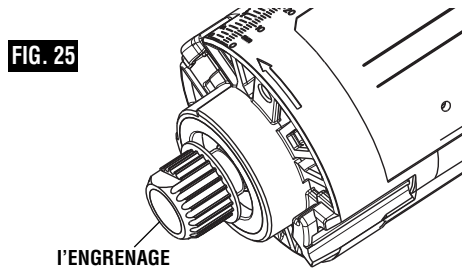

FIG. 25
1. Retirez l'écrou de la pince de serrage du moteur et installez la poulie d'entraînement à l'aide de la clé à écrou de pince. Veillez à ce que l'engrenage d'entraînement soit serré à fond sur l'axe du moteur. (Fig. 25)
3. Insérez un tournevis (non inclus) à travers l'ouverture en forme de U pratiquée dans la sous-embase afin de placer la courroie sur la poulie d'entraînement. (Fig. 25)